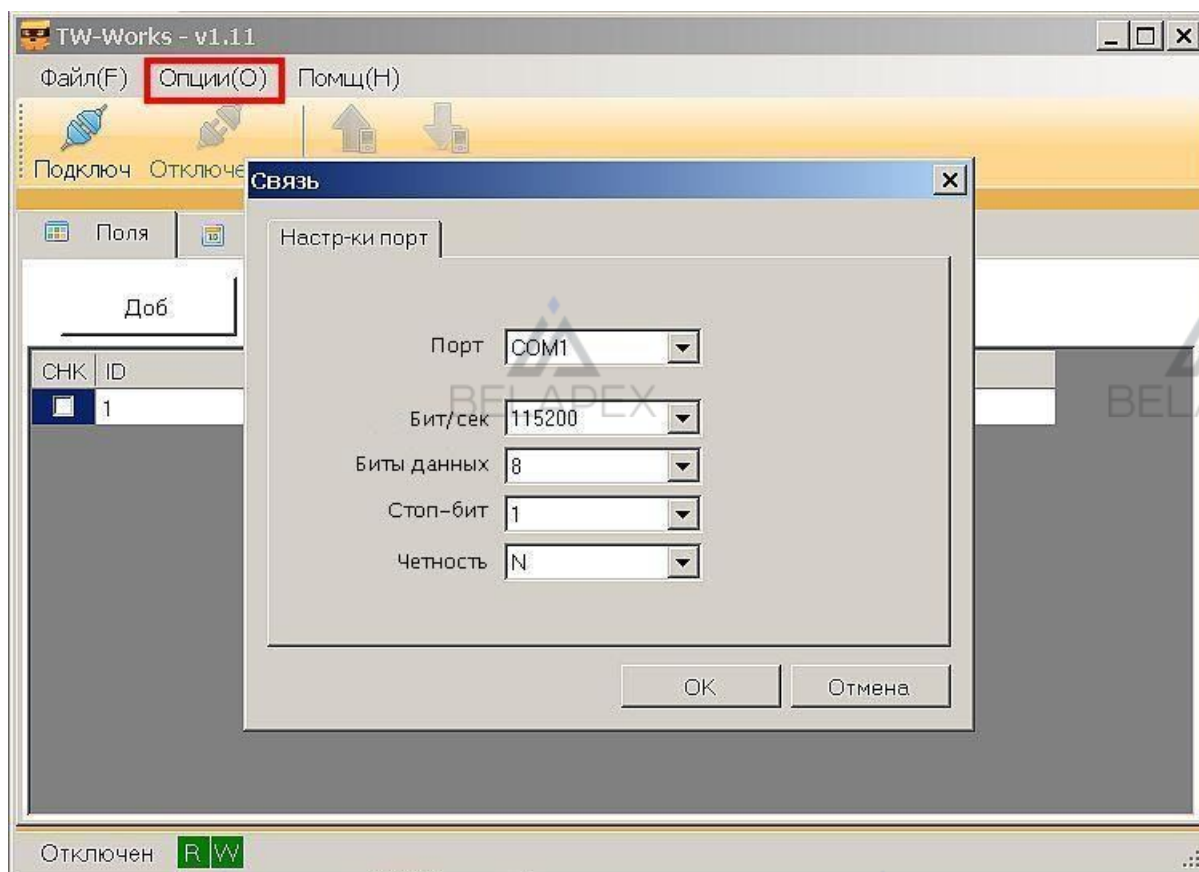

Рисунок 6.1
- Для настройки параметров связи интерфейса в окне программы выбрать вкладку меню «Опции (O)» и в открывшемся списке выбрать «Связь (C)» (см. рисунок 6.1).